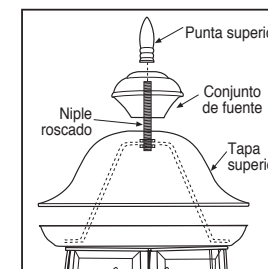

Figura 3
- Para las tapas superiores tipo arpa, destornille la punta superior para quitar el conjunto de fuente y la tapa superior del niple roscado. Coloque las bombillas. Reinstale la tapa superior, el conjunto de la fuente y la punta superior (ver la figura 3).